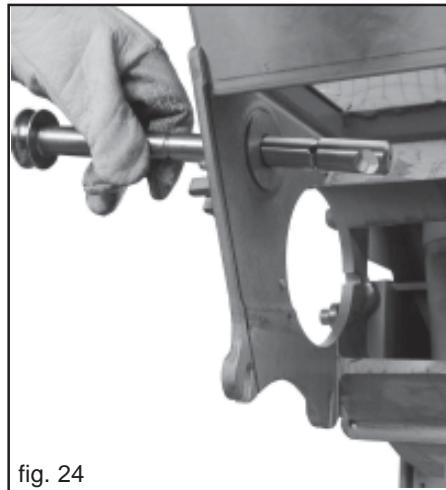

fig. 24
- 3) Ruehrwelle (Abb. 24) nach aussen ziehen, darauf achten dass das Lager und die Deckscheibe auf der Gegenseite nicht herausfallen.